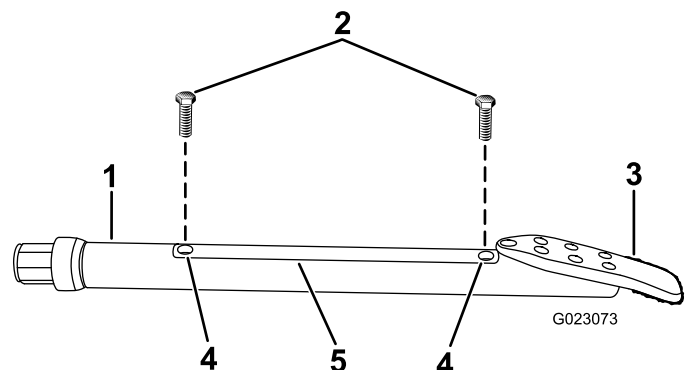

Bild 75
2. Lösen Sie die Schrauben, mit denen der Deckel am Gehäuse befestigt ist, und nehmen Sie ihn ab (Bild 75).
4. Montieren Sie den Deckel und befestigen Sie ihn mit den Schrauben (Bild 75).